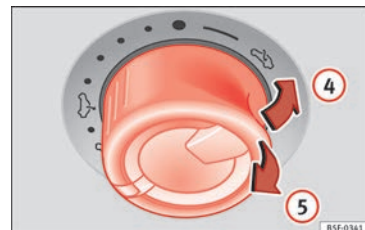

Fig. 12 En el techo interior: pulsar o tirar del mando para levantar el techo y cerrarlo.
- Levantar: pulse el conmutador hacia la posición » » fig. 12 ④. Para una posición intermedia, mantenga el conmutador accionado hasta alcanzar la posición deseada.
- Bajar: tire el conmutador hacia la posición » » fig. 12 ⑤. Para una posición intermedia, mantenga el conmutador accionado hasta alcanzar la posición deseada.